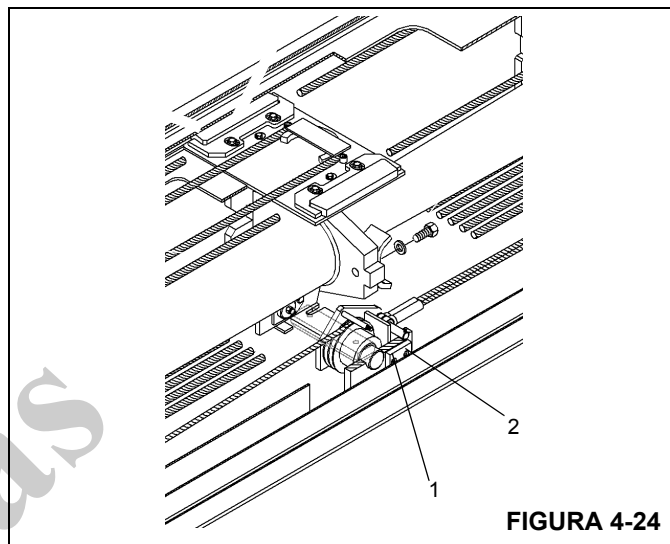

FIGURA 4-24
1. Instale as placas de desgaste laterais inferiores traseiras e os calços (1) na seção intermediária externa com
dois parafusos (2) em cada (Figura 4-24). Calce conforme as instruções.